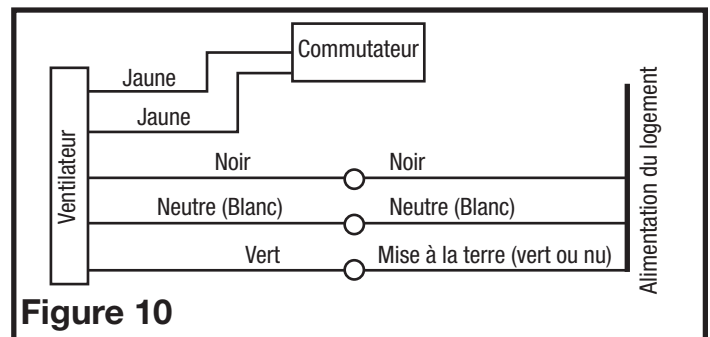

Figure 10
5. Pour les ventilateurs à deux vitesses, raccordés pour une ventilation continue. Connectez le fil blanc du ventilateur au fil blanc (neutre) de la source d'alimentation. Connectez le fil de terre de la maison au fil vert du boîtier du ventilateur. Connectez le fil noir du ventilateur au fil noir (chaud) de la source d'alimentation. Utilisez un interrupteur à bascule standard duplex, correctement mis à terre, pour relier le fil jaune chaud du ventilateur à l'entrée de l'interrupteur. Connectez le deuxième fil jaune du ventilateur au côté de sortie du commutateur. Fermer l'interrupteur changera la vitesse de normale à haute vitesse (Figure 10).